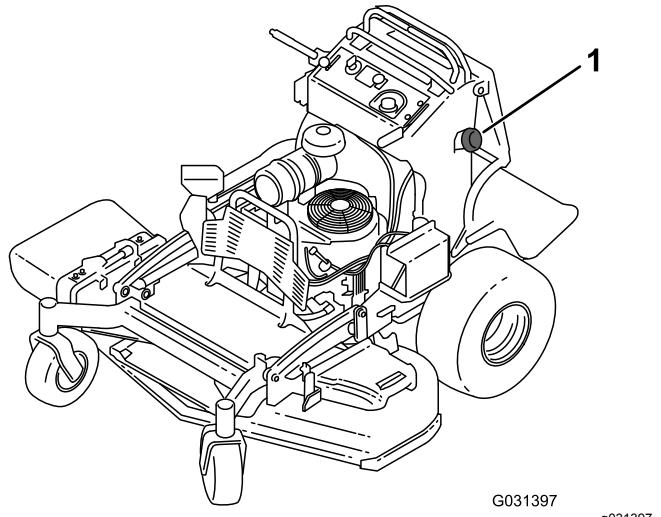

Figura 44
3. Pulite attorno al tappo del carburante per evitare che i detriti finiscano nel serbatoio del carburante (Figura 44).
6. Servendovi della pompa a mano, travasate il carburante in una tanica pulita adatta (Figura 44).